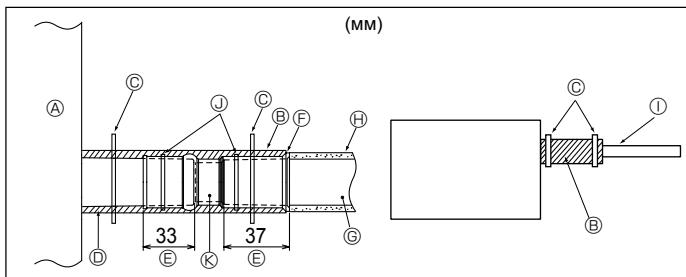

Рис. 3-5
- Подсоедините соединительную муфту для дренажа (входит в комплект поставки прибора) к дренажному порту. (Рис. 3-5)
[Рис. 3-5]